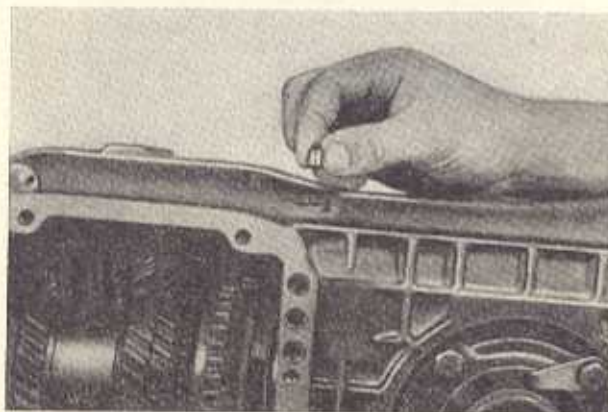

Bild G 79. Einsetzen der Sperrollen für die Schaltstangen
3. Eine Sperrolle in die Bohrung des Schlitzstopfens schieben, bis diese zwischen den Bohrungen für die Schaltstangen des 1. und 2. Ganges sowie des 3. und 4. Ganges liegt (Bild G 79).